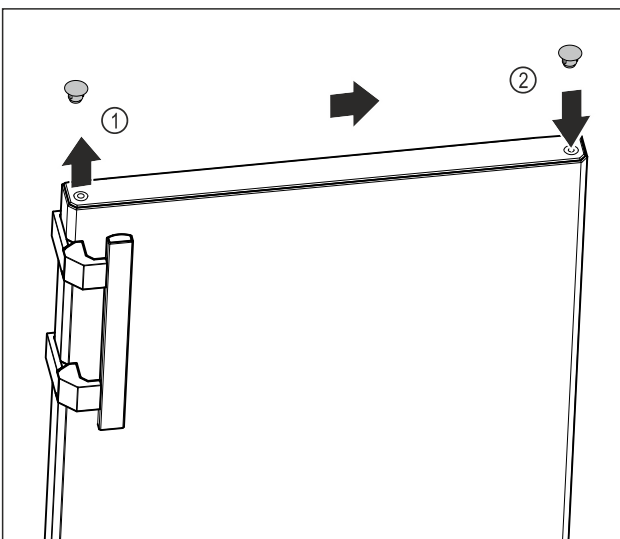

Fig. 10
- ▶ Levantar con cuidado el tapón de la tapa del lado superior de la puerta Fig. 10 (1) con el destornillador de punta plana.
- ▶ Insertar el tapón de la tapa en el lado opuesto. Fig. 10 (2)